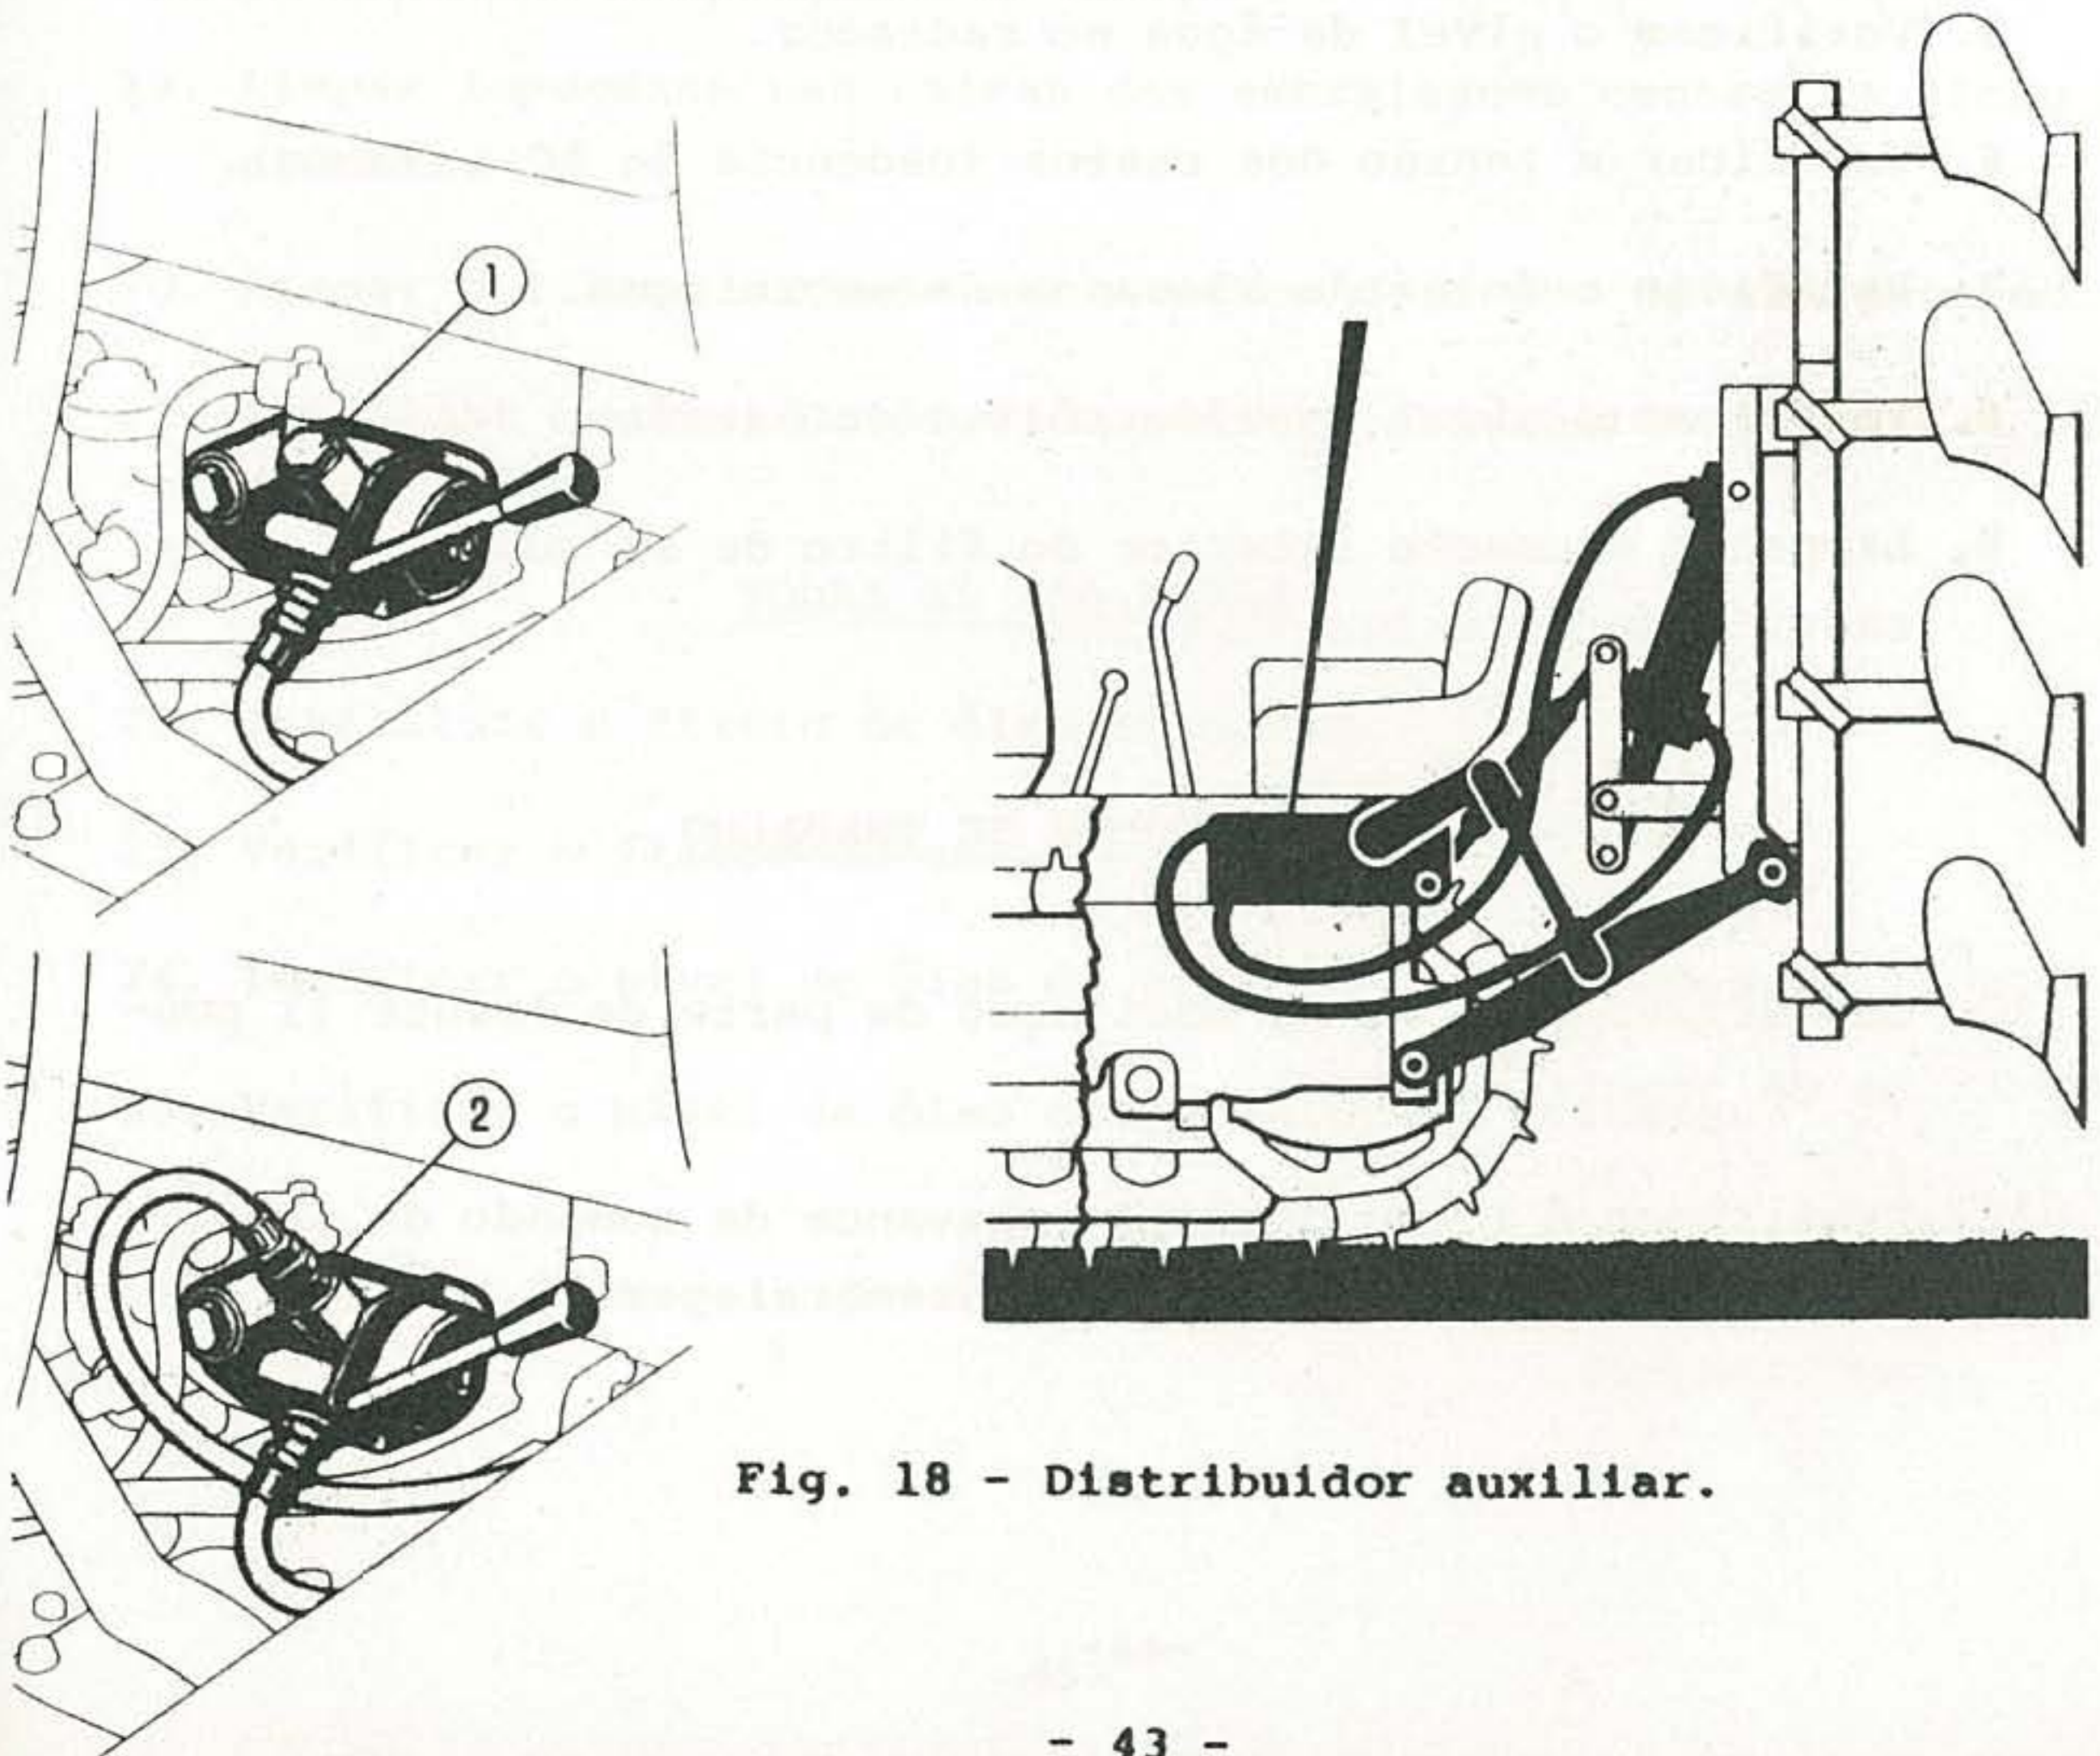

Fig. 18 - Distribuidor auxiliar.
Para accionar alfaías de efeito simples o distribuidor vem equipado só com uma válvula (1) Fig. 18.